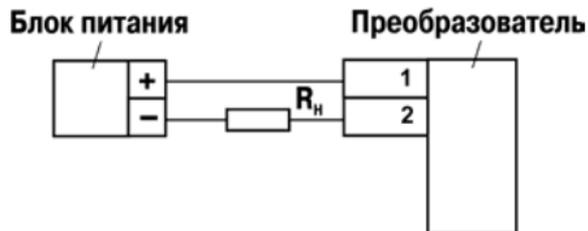

Рис. 6.3
6.9. Типовая схема включения представлена на рис. 6.3.